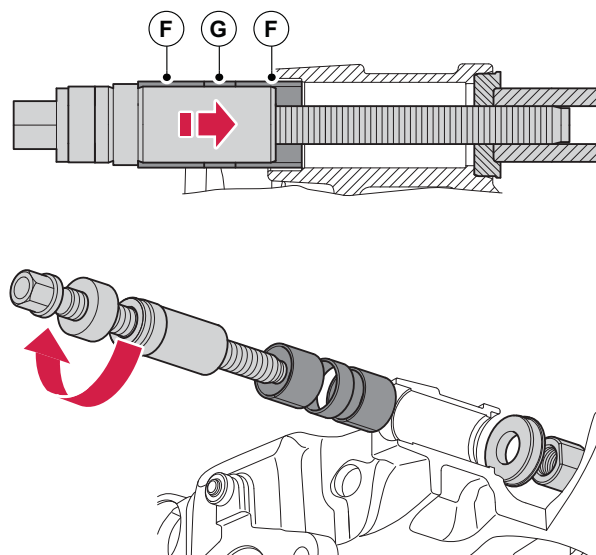

Figura 59. Conjunto de herramienta para cojinetes de deslizamiento principales
2. Para montar los dos cojinetes nuevos (F) y el nuevo separador (G) del lado principal, arme en orden la herramienta especial Haldex con las piezas 95230, 95423, 95219, 95221 y 95220, cargada previamente con los componentes nuevos, como muestra la figura 59.
3. Una vez colocada correctamente, gire la herramienta roscada en sentido de las agujas del reloj para meter en su sitio los dos cojinetes (F) y el separador (G).